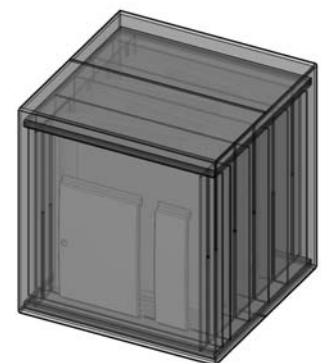

Figure 2 - Emballage céramique du poêle Veld
- un contenant les parties en céramique (flancs et parties avant) fig. 2 (la boîte avec les céramiques sera posée sur l'emballage avec la structure)